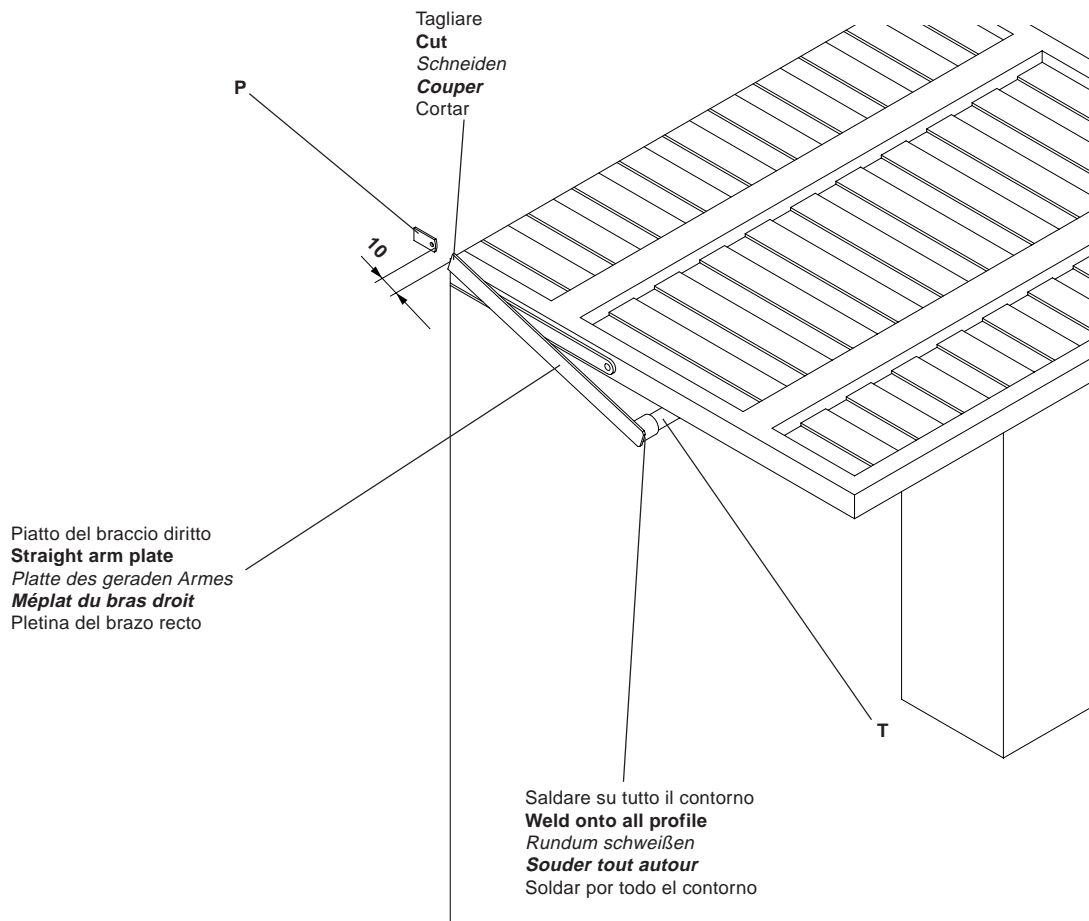

Fig.7
Saldare poi il piatto del braccio al tubo T (fig. 7) oppure utilizzare il braccio AU.45. Infilare il piatto nel tubo e quindi fissare quest'ultimo al piatto P mediante vite M10 e dado autobloccante (in dotazione).
5.5 Operation no. 4. Open the overhead door and cut the 2 straight arm components as per indications given on fig. 7 and 8. Now weld the arm plate to the tube T (fig. 7) or use the arm AU.D45.
5.5 Opération n° 4. Ouvrir la porte du basculant et couper les deux éléments du bras droit selon les indications des figures 7 et 8.
Souder le méplat du bras au tube T (fig. 7) ou bien utiliser le bras AU.D45. Enfiler le méplat dans le tube puis le fixer au montant P avec des vis M10 et écrous autoserrants (fournis).
5.5 Operación n°4. Abrir totalmente la puerta basculante y cortar los componentes del brazo recto según las indicaciones de las fig.7 y 8.
Soldar a continuación la pletina del brazo al tubo T (fig.7) o bien utilizar el brazo AU.D45.